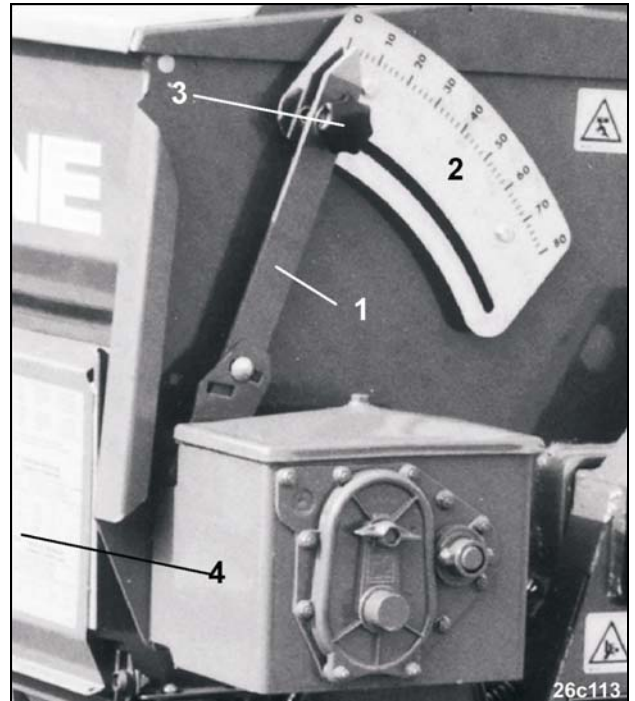

Fig. 118
De gewenste kunstmestafgifte wordt met het instelhendel (Fig. 118/1) op de aandrijfkast ingesteld.
- Draaiknop (Fig. 118/3) linksom losdraaien
Hoe hoger het getal op de schaalverdeling (Fig. 118/2), hoe groter de uitgebrachte hoeveelheid kunstmest.